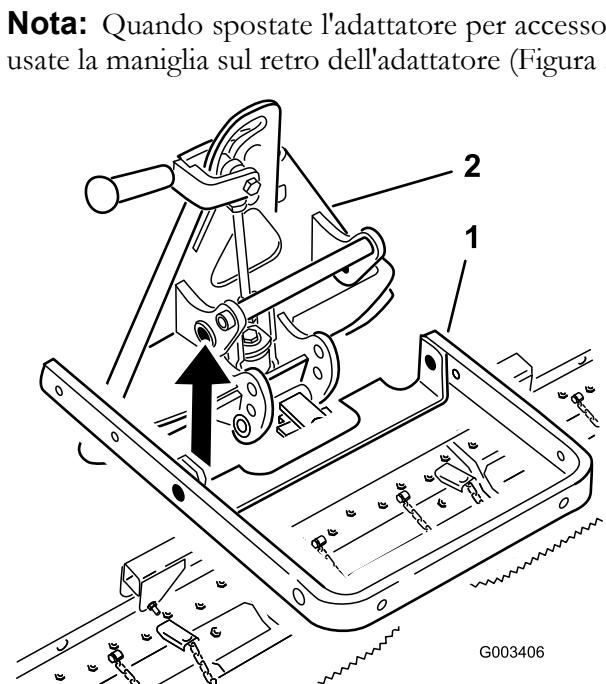
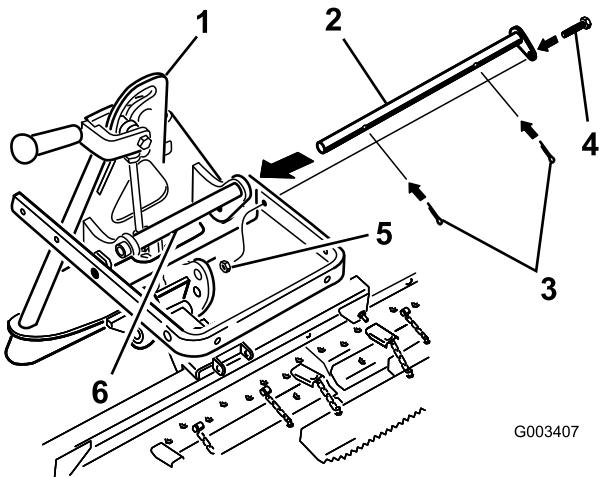

Figura 4
Figura 5
2. Allineate il braccio di sollevamento con la staffa sull'adattatore per accessori (Figura 4) e collegateli usando la barra articolata come illustrato in Figura 5.
3. Fissate la barra articolata con 2 coppiglie e un bullone (3/8 x 1-1/4 pollici) (Figura 5).
Sollevate e spostate sempre l'accessorio per mezzo della maniglia prevista sul retro dell'adattatore per accessori (Figura 5).